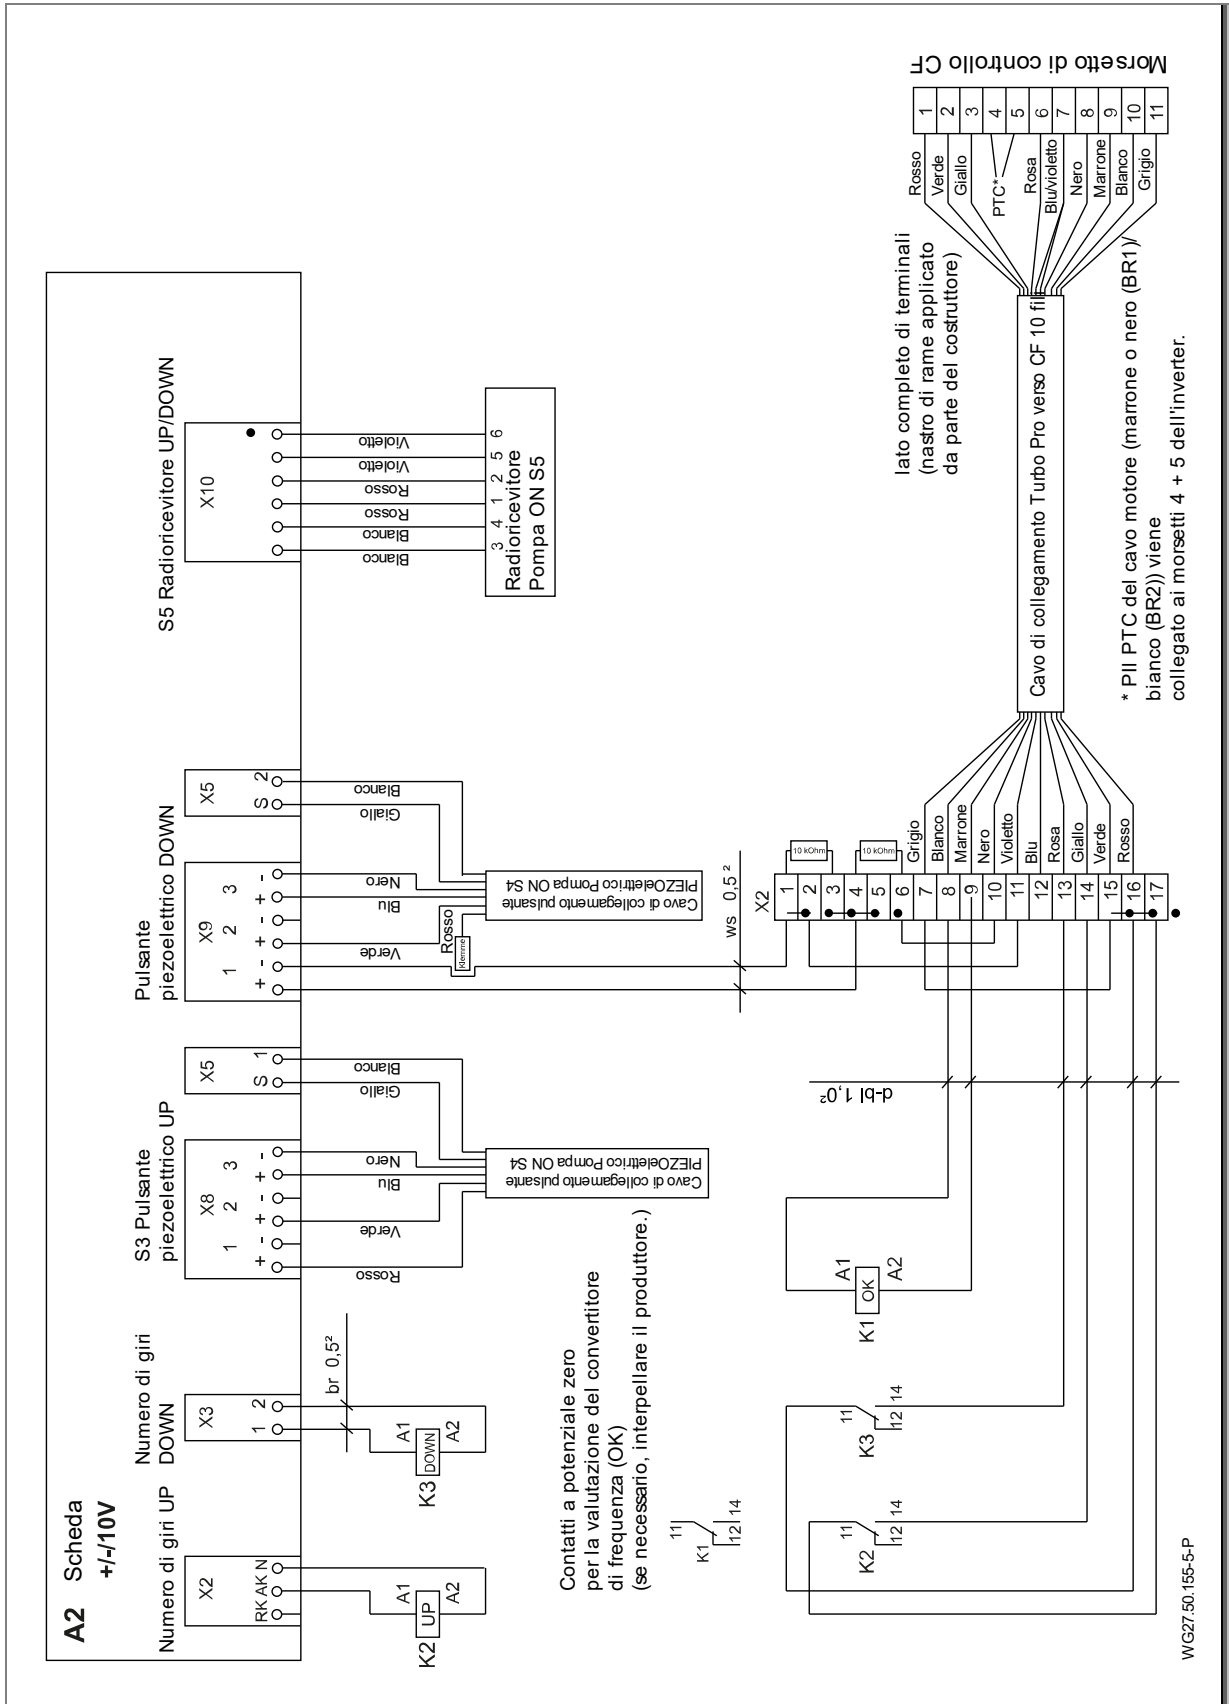

Fig. 20
14. Cablare i fili per il PTC (marrone o nero (BR1)/bianco (BR2)) in base allo schema elettrico. Vedere "Fig. 20" a pagina 25.